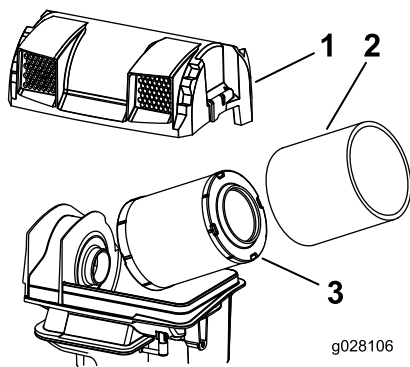

Figura 20
3. Retire los elementos de gomaespuma y papel (Figura 20).
4. Separe el elemento de gomaespuma del elemento de papel (Figura 20).
2. Instale los elementos en la base del limpiador de aire (Figura 20).